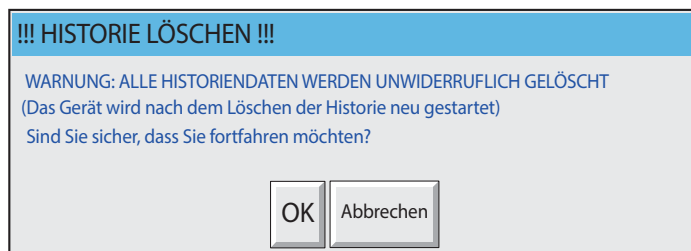

Abbildung B8.2 Dialogfenster „Bestätigung“
2. Betätigen Sie die Schaltfläche „Ok“ in der Dialogbox (Abbildung B8.2). Damit lösen Sie den Löschvorgang für die Historie-Dateien des Schreibers aus. Wenn dieser abgeschlossen ist, wird der Schreiber neu gestartet.